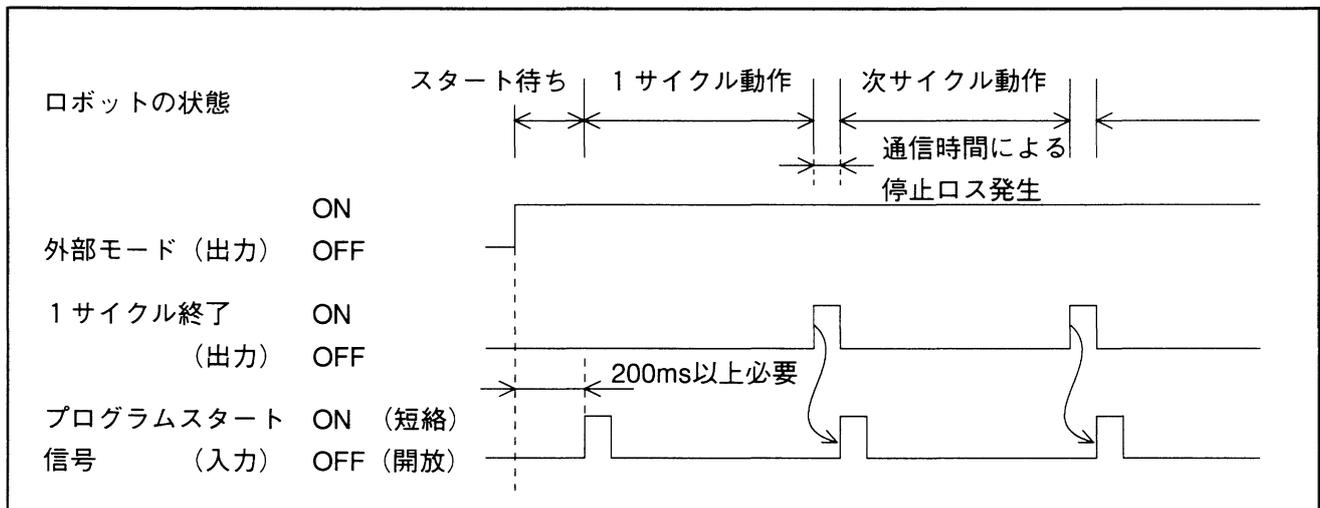

図5-31 プログラムスタート信号立ち上げのタイミング例
(4) プログラムスタート信号の(立ち上げ)ON、(立ち下げ)OFFのタイミング例
① プログラムスタート信号立ち上げ(ON)のタイミング例
- a) ロボット専用出力(外部モード出力と1サイクル終了出力)でプログラムスタート信号を立ち上げる方法を図5-31に示します。